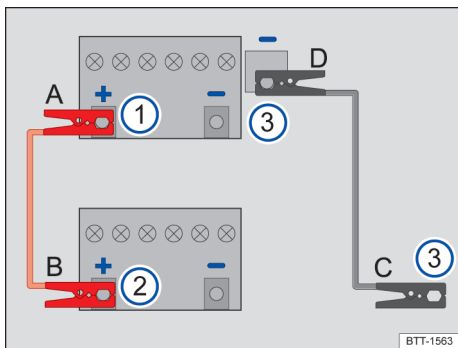

图 146 应急启动 - 电缆连接示意图
→图 146 的图例：
仅按照顺序 A - B - C - D 连接应急启动电缆→图 146。
- 将红色应急启动电缆的一端连接到 12V 汽车蓄电池→图 146 ① 电量耗尽的车辆的正极（+）上→▲。
- 将红色应急启动电缆的另一端连接到供电车辆→图 146 ② 的正极（+）上。
- 将黑色应急启动电缆的一端连接到应急启动接点（接地端）→图 146 ③ 上。
- 将黑色应急启动电缆的另一端连接到 12V 蓄电池电量耗尽的车辆→图 146 ③ 上。→▲
- 仅按照顺序 **D - C - B - A** 断开启动辅助电缆 → 图 146。